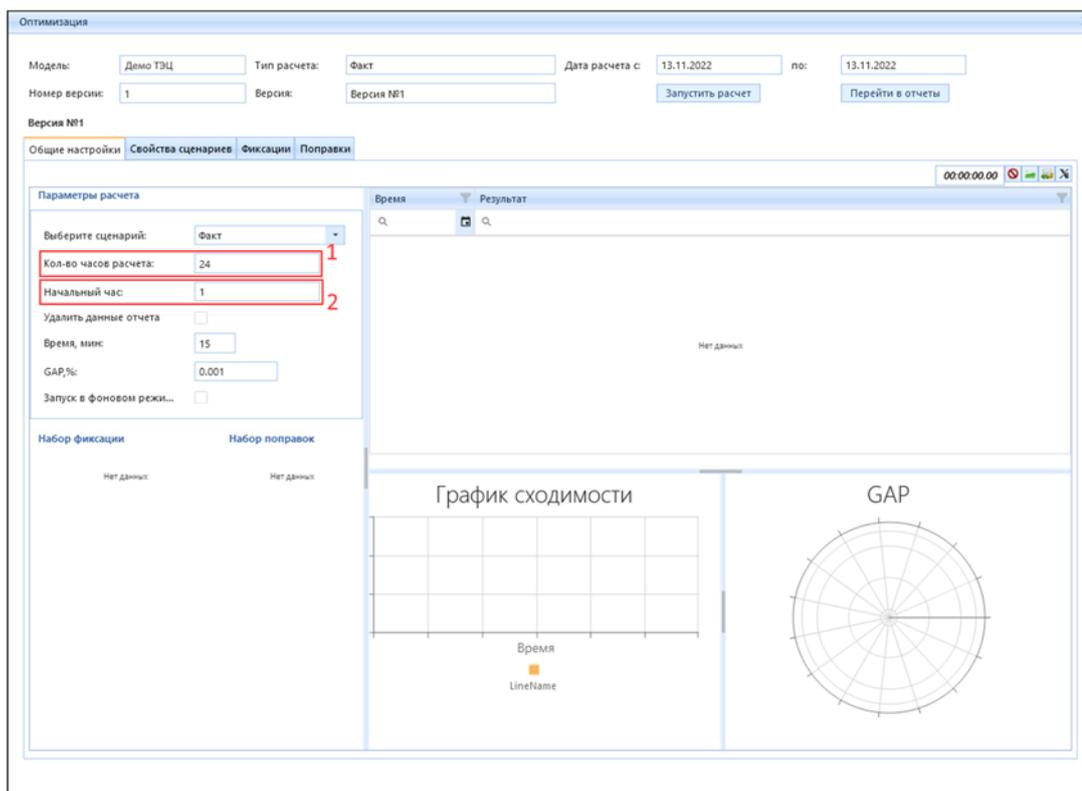

Рисунок 3.2.32 – Окно «Оптимизация» параметры расчета
Также для некоторых типов расчета доступно изменение количества часов расчета (1), и начальный час (2) (рис. 3.2.32).